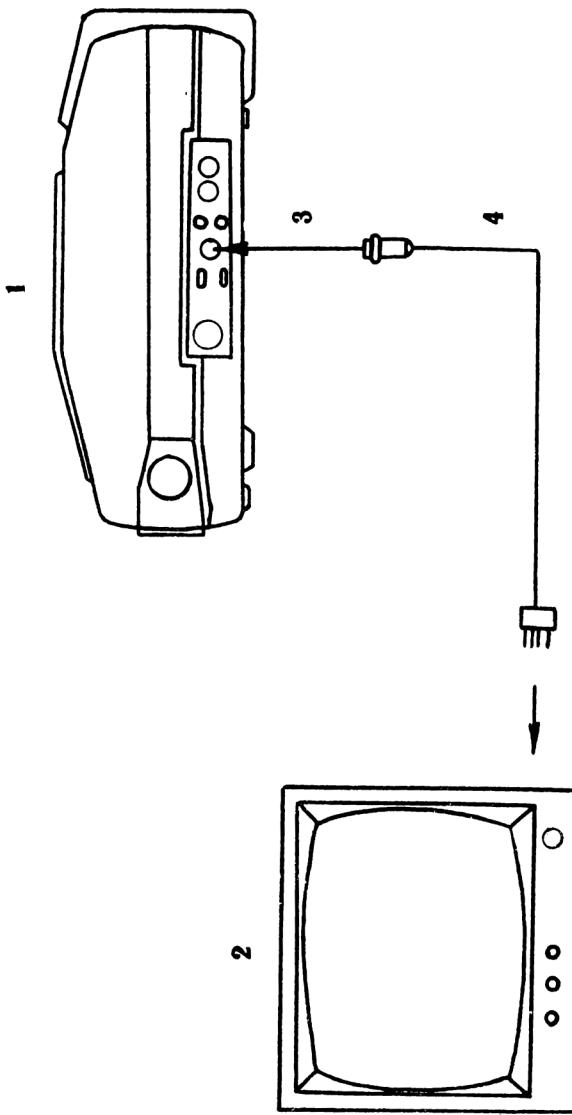

Рис. 4
- подсоедините телевизор к видеомагнитофону с помощью соединительного кабеля (рис. 4);
— подсоедините телевизионный приемник с помощью соединительного кабеля к видеомагнитофону (рис. 4), установив переключатель «ТВ—КАМ» в положение «ТВ»;